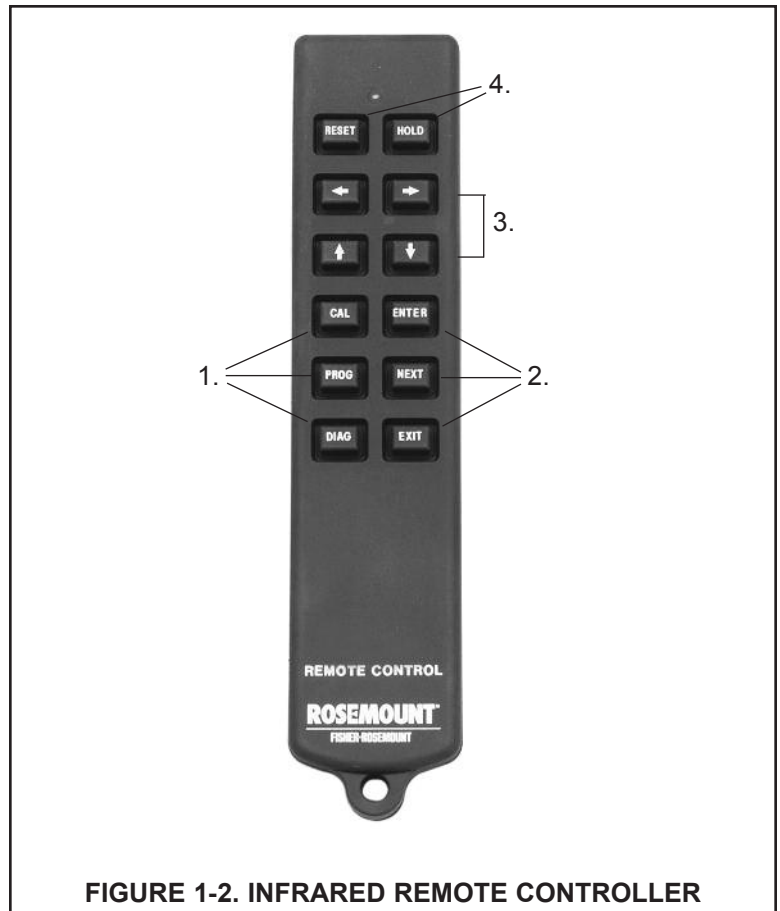

FIGURE 1-2. INFRARED REMOTE CONTROLLER
1.5 INFRARED REMOTE CONTROLLER (FIGURE 1-2)